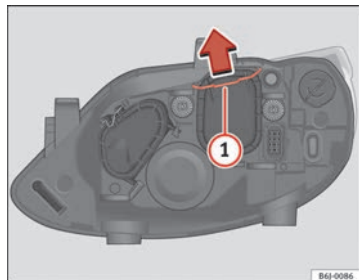

Abb. 155 Abblendlicht
- Verschieben Sie die Strebe ⇒ Abb. 155 ① in Pfeilrichtung und nehmen Sie den Deckel ab.